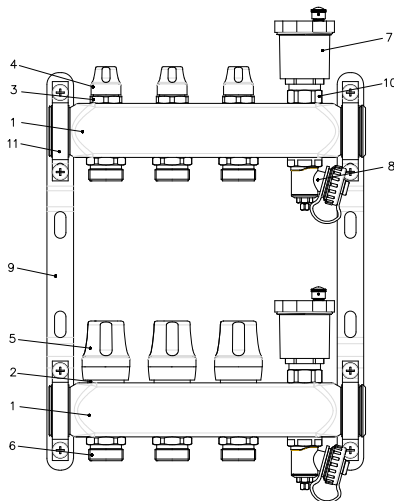

Рис. 1
- 2.1. Состав коллекторной группы (Рис.1)